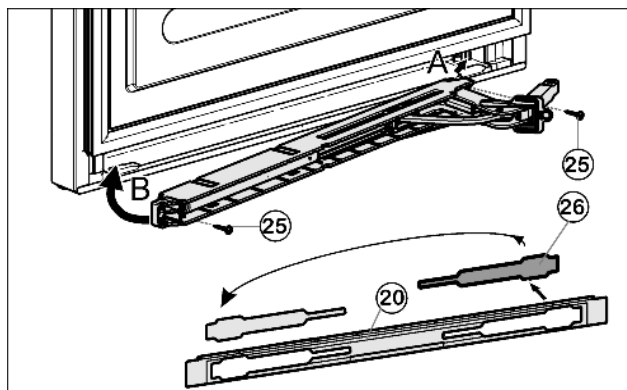

Fig. 15
- ▶ Освободите крышку Fig. 15 (26) из накладки Fig. 15 (20) и снова установите её на другой стороне.
- ▶ Прикрутите (2 шт. Torx 15) Fig. 15 (25) узел амортизатора закрытия дверцы.